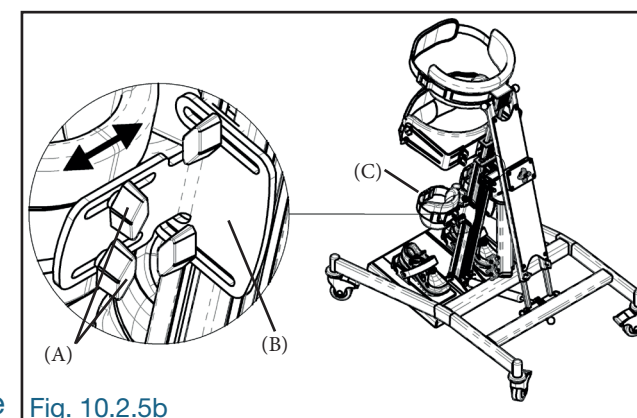

Fig. 10.2.5b
Desserrer les boutons de blocage (A) situés à l'arrière du support (B) de la butée de genou (C). Glisser la butée de genou (C) jusqu'à la position requise puis, resserrer fermement les boutons de blocage (A) (Fig. 10.2.5b).